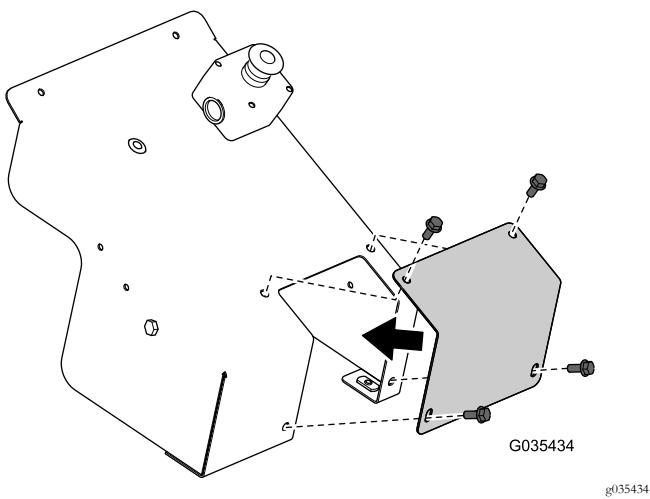

Figura 21
12. Instale a cobertura da anulação manual anteriormente retirada na cobertura com as ferragens correspondentes (Figura 21).